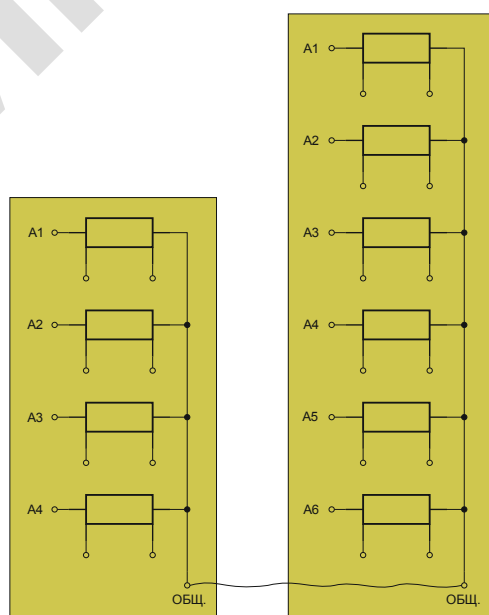

Рисунок 3 – Электрическая схема УКТ с десятью шунтами
1.2.9 Плата УКТ (рисунок 3) изготовлена из стеклотекстолита или другого диэлектрического материала. На плате смонтированы измерительные стационарные взаимозаменяемые шунты (далее измерительные шунты) 2, измерительные клеммы 1 и силовые клеммы 3 и 4.